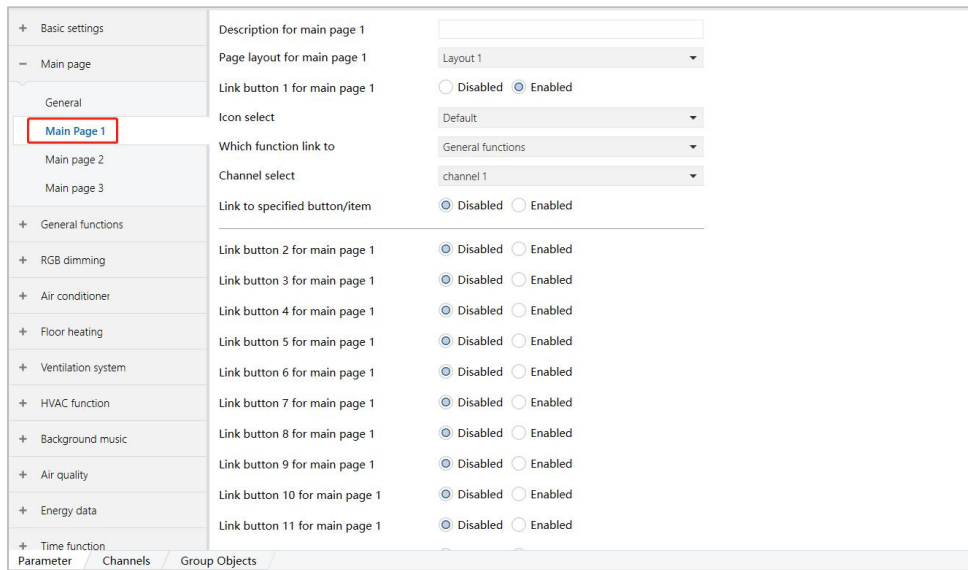

图 6.2.2
时出现如图 6.2.2 红色方框内的选项:
(2) 单击上述红色方框内的选项, 设置相关参数, 如图 6.2.2 所示